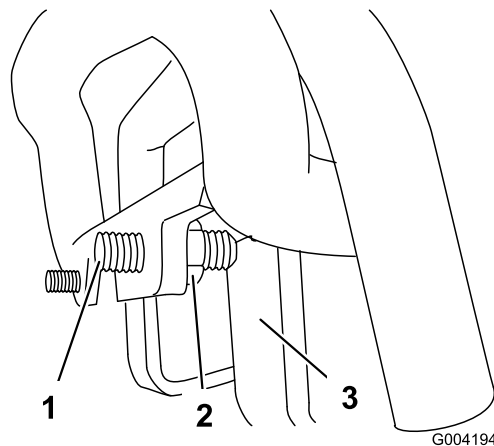

Bild 52
3. Falls die Maschine nach **links** zieht, lockern Sie die **rechte** Klemmmutter und stellen Sie die Spurweiten-Stellschraube vorne am Fahrantrieb ein (Bild 52).
4. Falls die Maschine nach **rechts** zieht, lockern Sie die **linke** Klemmmutter und stellen Sie die Spurweiten-Stellschraube vorne am Fahrantrieb ein (Bild 52).